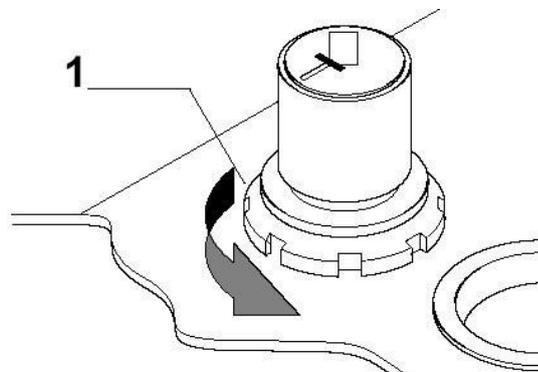

Fig. 58
3. Par une clef à crochet, desserrer la bague qui fixe le régulateur (Fig. 58/1) et le remplacer.